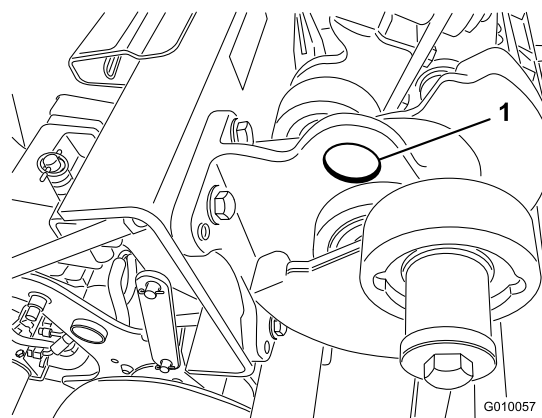

图42
**注意** 如果可行可用起重机提起机器的后部。用打孔头轴承壳体孔眼作为起重机连接点图42。